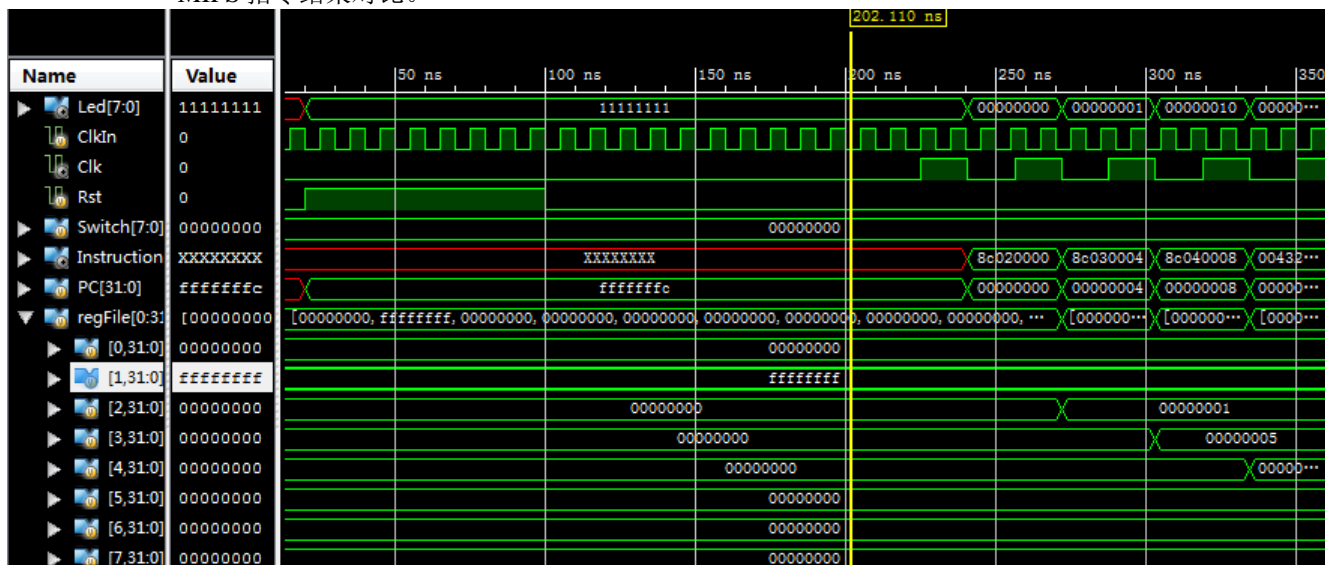

图 18. 仿真波形
- 在 Console 窗口中输入 `restart; run 2000ns`，重新进行仿真。观察如图 18 的波形与表 1 所提供的 MIPS 指令结果对比。